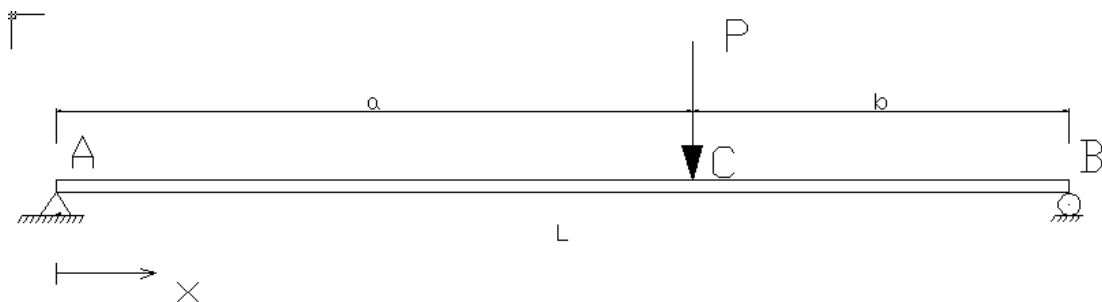

图2 简支梁
1. 简支梁受集中荷载作用。计算简图如图 2， $L$ 、 $a$ 、 $b$  长度自定，坐标  $x$  从梁左端算起。